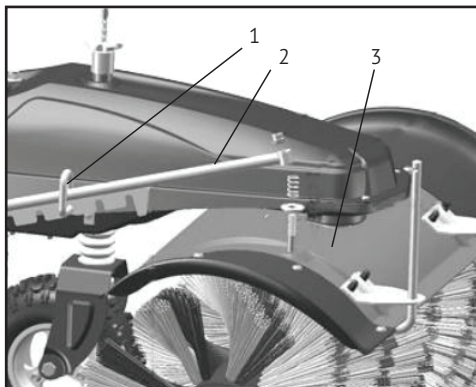

Рис. 3
- Закрепите рычаг пружиной, гайкой и шайбой как показано на рис. 3.